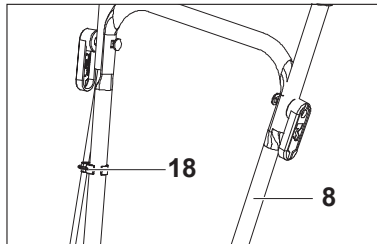

Fig. 3
4. Prenda o cabo no grampo (18) (Fig. 3).